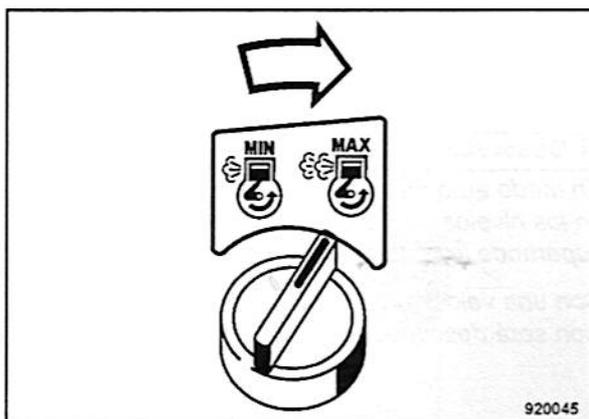

Fig. 80
- Colocar el botón giratoria para el r.p.m. del motor hacia la derecha a "MAX" (Fig. 80).